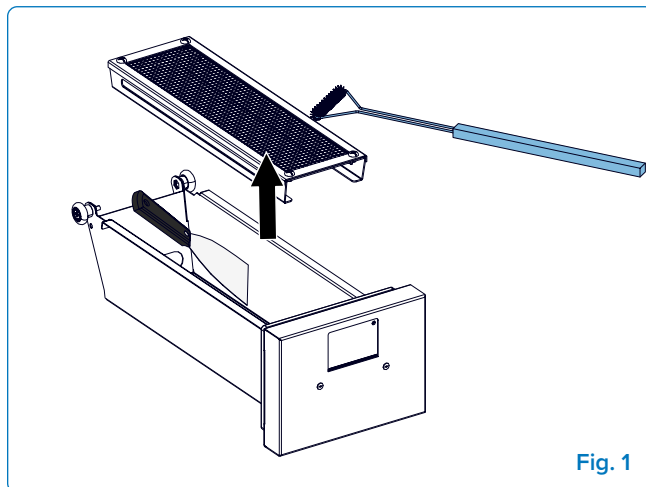

Fig. 1
4. **Rimuovi e pulisci la rete** – Estrai la rete che contiene i trucioli di legno. Scuoti eventuali residui rimasti e spazzola per pulire (**Fig. 1**).